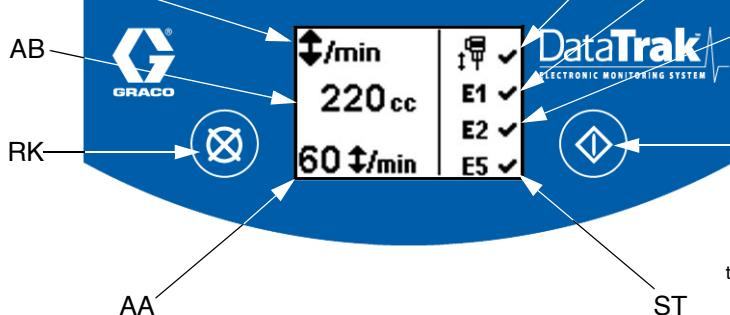

Рис. 7. Элементы управления и индикаторы модуля DataTrak
## Расшифровка обозначений на Рис. 7.
- См. Рис. 7. Нажмите и удерживайте в течение 5 секунд, пока не появится меню настройки.
**ПРИМЕЧАНИЕ.** Если включена защита от неуправляемого разгона, а также опции ошибок E1, E2 и E5, на экране настройки появится . См. Рис. 7.
- См. Рис. 7. Если происходит неуправляемый разгон насоса, защитный электромагнит приводится в действие и останавливает насос. Светодиодный индикатор (AD) начнет мигать, и дисплей (AE) укажет состояние разгона (см. Табл. 1). На дисплее будут циклически повторяться шесть сообщений с инструкциями.
- Экраны разгона 1 и 2: для возврата электромагнита защиты от разгона в исходное состояние, закройте главный воздушный клапан (E). Подождите, пока воздух полностью не выйдет из пневматического двигателя.
- Экраны разгона 3 и 4: после того как выйдет воздух, нажмите кнопку выключения электромагнита (J), чтобы вернуть воздушный клапан в исходное состояние. Кнопка снова появится на экране, после того как на воздушный клапан будет подано давление.
- Для перезапуска насоса откройте главный воздушный клапан (E).
**ПРИМЕЧАНИЕ.** Чтобы отключить защиту от неконтролируемого разгона, перейдите в режим настройки и установите для разгона значение 0 (ноль) или переведите переключатель (RT) в положение "выкл" (см. Рис. 7).
- См. Рис. 7. Для входа в режим заправки/промывки нажмите любую кнопку, чтобы включить дисплей, а затем нажмите . На дисплее появится символ заправки/промывки, и светодиодный индикатор начнет
См. Рис. 7. Последняя цифра на счетчике партий продукции (ВТ) означает десятые доли галлонов или литров. Чтобы обнулить счетчик, нажмите любую кнопку для включения дисплея, а затем нажмите и удерживайте  в течение 3 секунд.
См. Рис. 7. Дисплей (АЕ) отключится через 1 минуту пребывания в неактивном состоянии в рабочем режиме или через 3 минуты в режиме настройки. Для включения дисплея нажмите любую кнопку.
Модуль DataTrak может диагностировать некоторые проблемы в работе насоса. Если монитор обнаруживает проблему, то светодиодный индикатор (АД, Рис. 7) будет мигать и на дисплее появится код диагностики. См. Табл. 1.